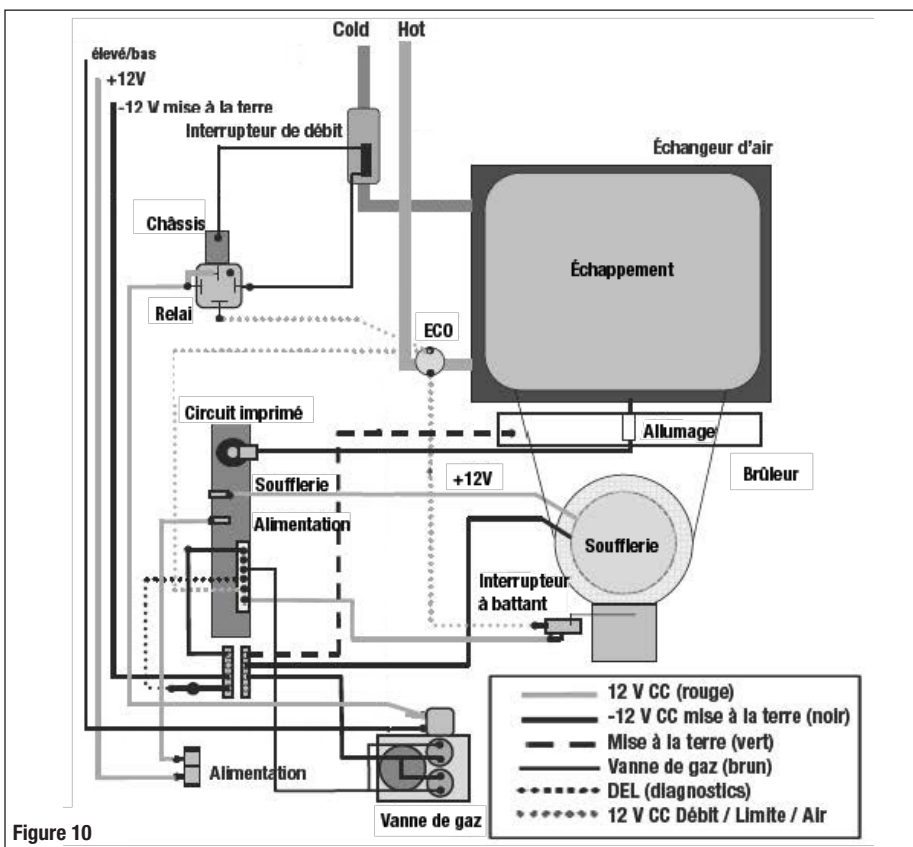

Figure 10
- 2. Figure 10** : Schéma de câblage avec toutes les composantes électriques montrant les interconnexions et la couleur des fils.